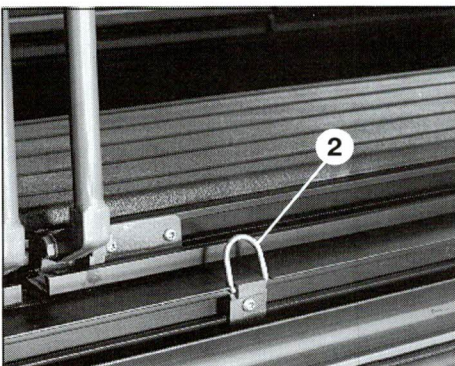

fig. 5.25
- Zum Transport von **4 bis 6 Paletten** müssen die Sitzbänke umgeklappt (obere Ladefläche [2]) und die Transportgüter müssen zusätzlich mit Spanngurten (siehe fig. 5.25) gesichert sein.
- Pour transporter **4 à 6 palettes**, les banquettes doivent être rabattues vers le bas (surface de chargement supérieure [2]); les marchandises doivent être en plus fixées avec les sangles (cf. fig. 5.25).
- Per il trasporto di **4 fino a 6 palette** occorre ribaltare verso il basso le panchine (superficie di carico superiore [2]) e le merci devono essere fissate mediante le cinghie di ritegno (vedi fig. 5.25).